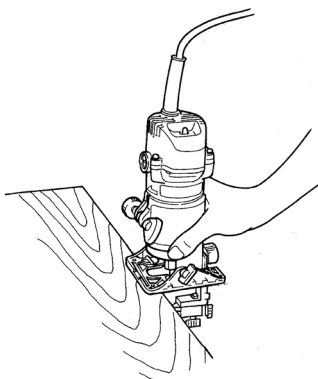

図 13
- (4) 加工は前ページの送り方向に合わせてご使用ください。(図 13)